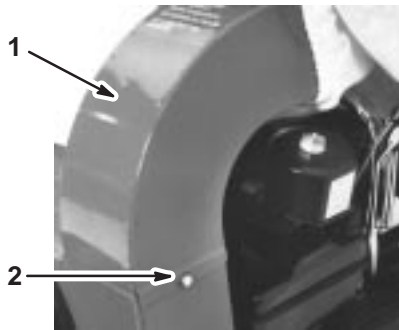

Bild 7
1. Montieren Sie den Auswurfkanal mit einer Schraube (1/4") und Sicherungsscheibe (Bild 7).